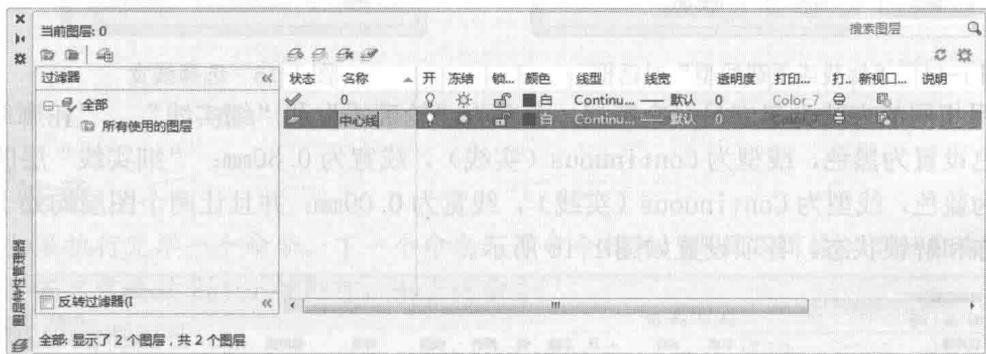

图 1-11 更改图层名
②单击“新建”按钮创建一个新层，把该层的名字由默认的“图层 1”改为“中心线”，如图1-11所示。